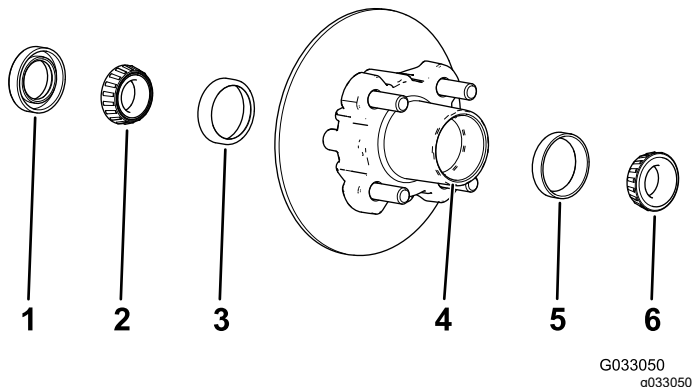

Figure 25
1. Déposez le roulement extérieur et la bague de roulement du moyeu (Figure 25).
2. Déposez le joint et le roulement intérieur du moyeu (Figure 25).
5. Éliminez la graisse, la saleté et les débris à l'intérieur de la cavité du moyeu (Figure 25).
7. Remplissez 50 à 80 % de la cavité du moyeu avec la graisse spécifiée (Figure 25).
8. Montez le roulement intérieur sur la bague, sur le côté intérieur du moyeu, puis posez le joint (Figure 25).